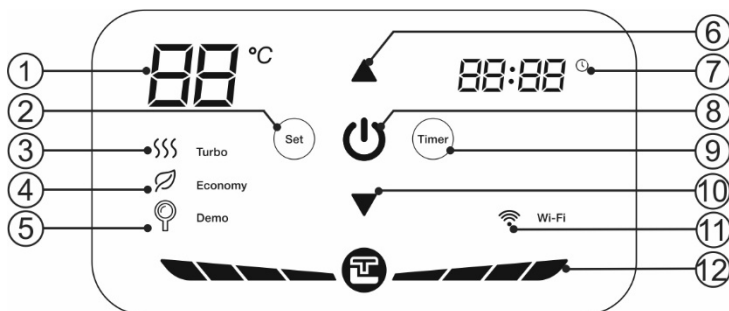

Рисунок 3. Панель управления
Рисунок 3: 1 – указатель температуры, 2 – кнопка «Set», 3 – индикатор «Turbo», 4 – индикатор «Economy», 5 – индикатор «Demo», 6 – кнопка «▲», 7 – указатель времени, 8 - кнопка «I/O», 9 – кнопка «Timer», 10 – кнопка «▼», 11 – индикатор «Wi-Fi» (опционно для моделей Wi-Fi), 12 – индикатор нагрева.
Включение/выключение ЭВН осуществляется кнопкой «I/O» на панели управления (Рис. 3, п.8), при этом на светодиодный индикатор показывает заданную температуру нагрева. Режим «Turbo» включается автоматически, при этом максимальная мощность составляет 2000 Вт. В процессе эксплуатации ЭВН потребитель может выбирать температуру нагрева при помощи двух клавиш «▲» «▼» (Рис. 3, п.6 и п.10). При кратковременно нажатии клавиш значение температуры будет изменяться на 1 градус в секунду, при долговременном нажатии – на 5 градусов в секунду. Диапазон регулировки температуры составляет от 30°C до 75°C, а температура по умолчанию составляет 75°C. Нажмите кнопку «Set», чтобы переключить ЭВН в экономичный режим «Economy». При переходе в экономичный режим включается индикатор экономичного режима, и температура будет заблокирована на значении 55°C при мощности нагрева 1300 Вт. В экономичном режиме температуру нельзя регулировать вручную. Нажмите кнопку «Set» снова, чтобы выйти из экономичного режима.
1. Установка времени включения. указатель времени (Рис. 3, п.7) должен светиться. Нажмите кнопку «Set», установить значение ЧАСЫ с помощью кнопок «▲»
«▼» (Рис. 3, п.6 и п.10). Кратковременное нажатие изменяет значение +1/-1, длительное нажатие - +5 /-5. Диапазон значения ЧАСЫ: 0-23. Повторно нажмите «Set», установите значение минуты таким же способом.
2. Установка времени выключения. После установки времени включения нажмите кнопку «Set», иконка должна мигать. Нажмите кнопку «Set», установить значение ЧАСЫ с помощью кнопок «▲» «▼» (Рис. 3, п.6 и п.10). Кратковременное нажатие изменяет значение +1/-1, длительное нажатие - +5 /-5. Диапазон значения ЧАСЫ: 0-23. Повторно нажмите «Set», установите значение минуты таким же способом.
3. При установке значения ЧАСЫ таймер отключится, если кнопок «▲» «▼» (Рис. 3, п.6 и п.10) не касаться более 5 секунд.